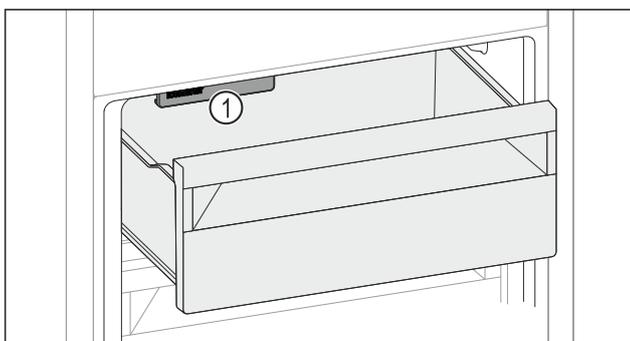

Fig. 142
▶ tener en cuenta el IceMaker Fig. 142 (1).